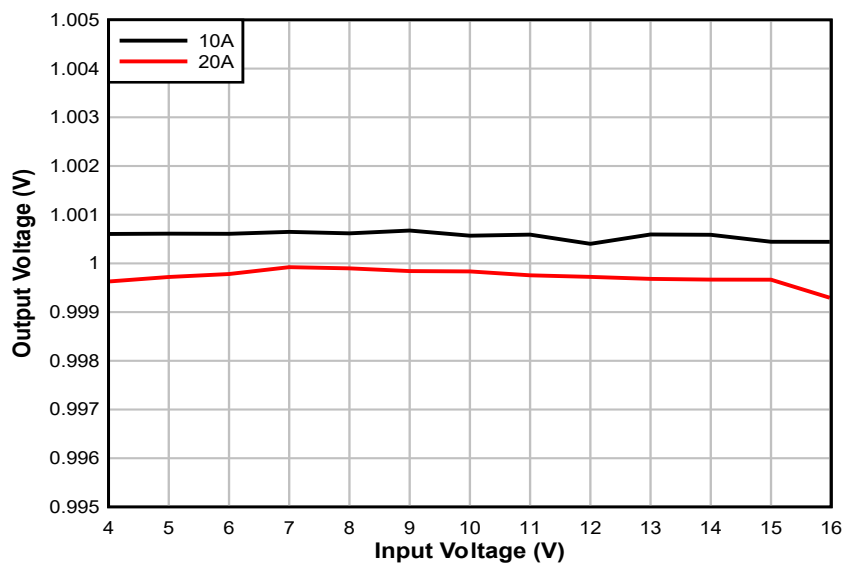

図 4-3. VOUT ラインレギュレーション
6. V_{IN} を 4V から 16V に変化させます。 V_{OUT} は、図 4-3 で定義されているように安定化させる必要があります。